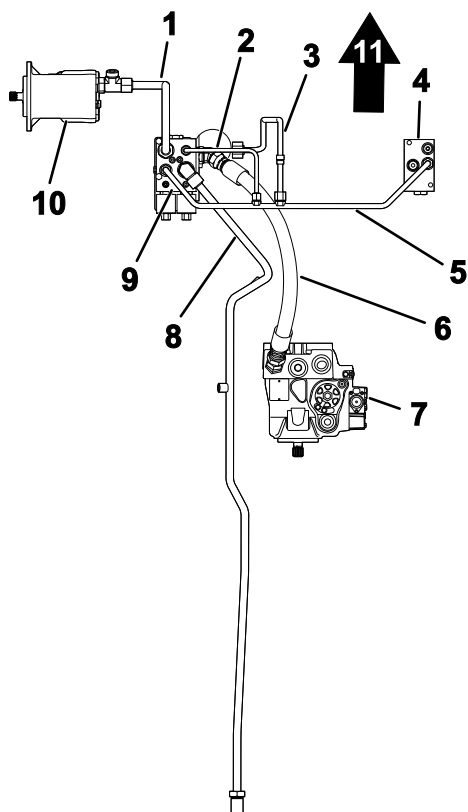
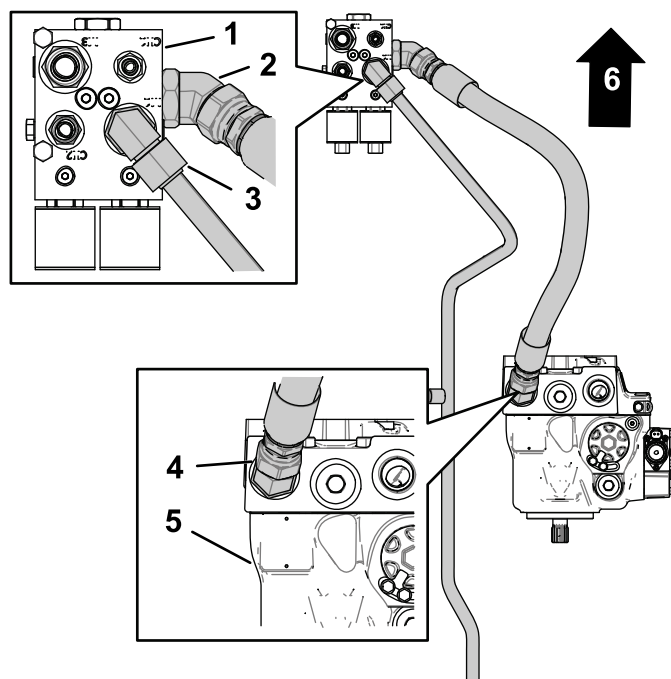

図 7
図 8
1. 後走行チューブの前側のチューブナットを、フローデバイダマニホルドのエルボフィッティングに合わせて取り付ける図7と図8。
4. 高圧ホースのストレート端部の一方を油圧ポンプのフィッティングに取り付ける図8。
6. 高圧ホースのもう一方のストレート端部を、フローデバイダマニホルド側部にあるフィッティングに取り付ける図8。